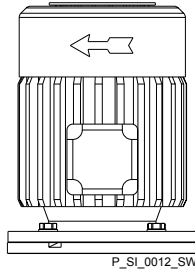

Fig. 19 : Sens de rotation du moteur
- Respecter le sens de rotation lors du raccord du moteur - voir la flèche sur le couvercle des ventilateurs comme le montre Fig. 19 .